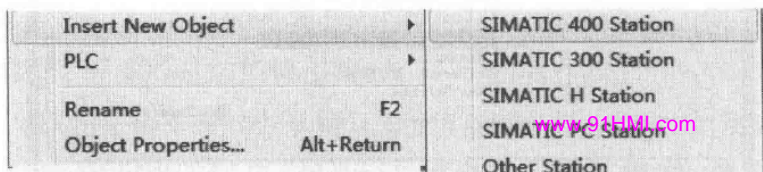

图 8-7 插入 400 站点
(1) 在右侧区域右击在弹出快捷菜单中选择“SIMATIC 400 STATION”命令，插入 400 站点，在屏幕右侧窗口会显示出相应的 S7-400 站，如图 8-7 所示。